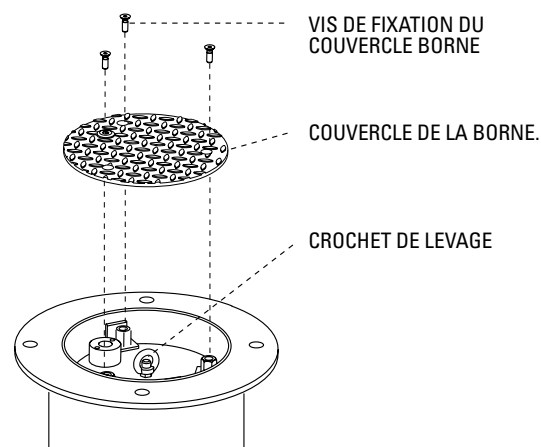

FIG. 3
- Ouvrez le **couvercle de la borne** escamotable en dévissant les trois vis (Fig. 3) en mettant ainsi à nu le haut de la borne escamotable.
- Ouvrez le **couvercle de la borne** escamotable en dévissant les trois vis (Fig. 3)